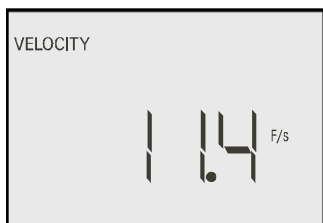

Figura 4
5.3.5 La velocidad del aire se desplegará en la pantalla en pies/segundos (fps). (figura 4).